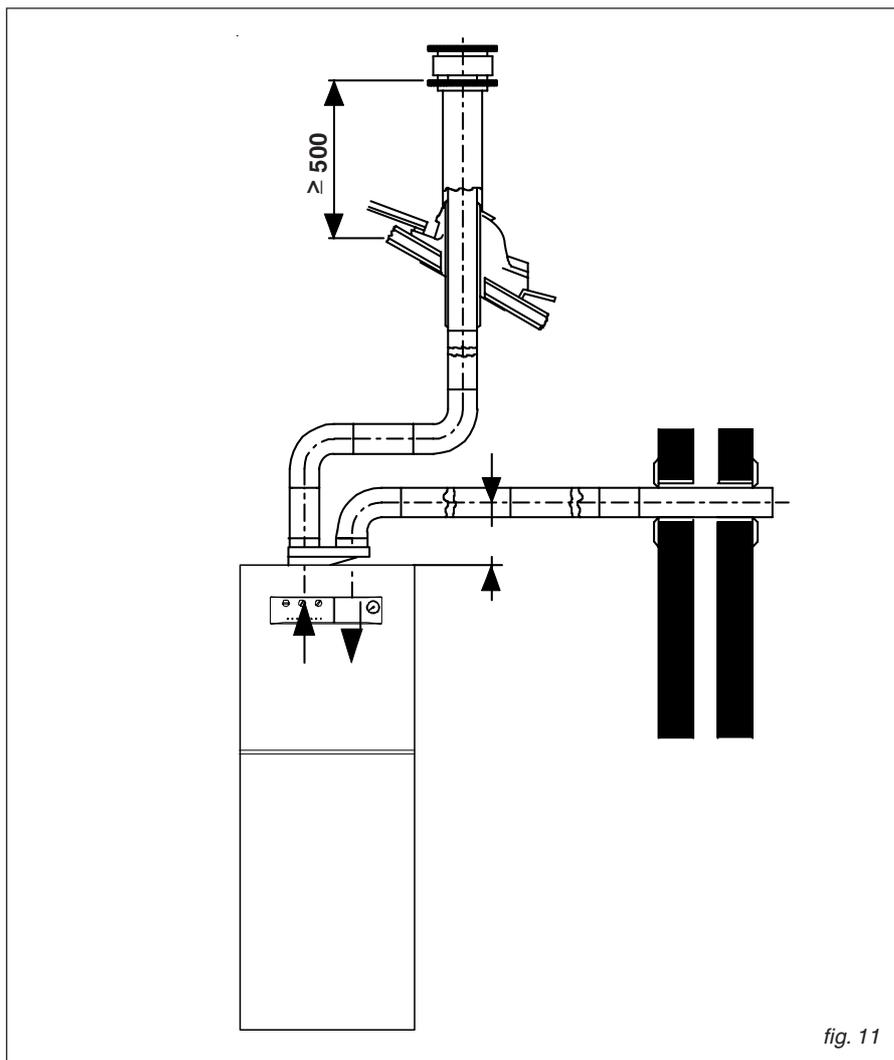

fig. 11
- misura dell'aria comburente prelevata nell'apposito foro 1 (vedi fig. 11).
- misura della temperatura fumi prelevata nell'apposito foro 2 (vedi fig. 11).